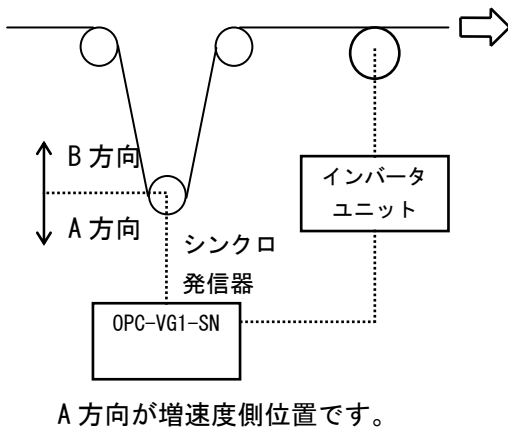
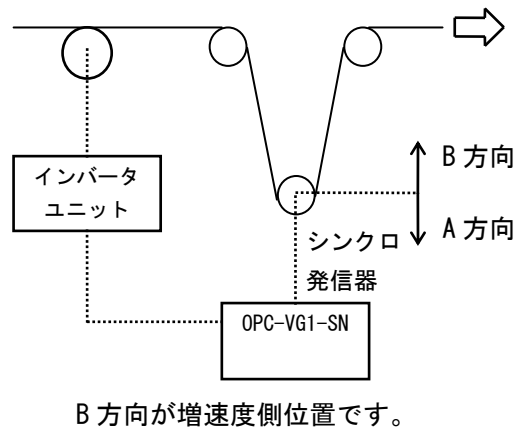

図 6.10.6
図 6.10.7
- ・ シンクロ発信器の取付位置（インバータ本体に対して）により増速度側方向が変わりますので下図をご参照願います。（巻取制御を行う場合は図 6.10.6、巻戻し制御を行う場合は図 6.10.7 になります。）